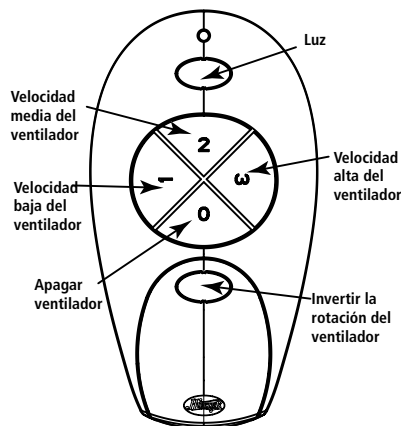

Figura 9f - Botones de control
6. Dentro de 20 segundos después de haber encendido la electricidad, pulse los botones Hi (Alta), Med (Media) y Lo (Baja) (en ese orden). Vea la Figura 9f.
Vea la Figura 9f para identificación de los botones de control.